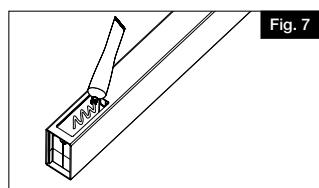

Fig. 7
c. Aplique el cemento vinílico suministrado en todas las superficies interiores de los montantes donde se instalarán los travesaños (Fig. 7).